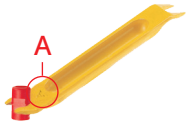

Fig. 16
1. Gebruik uiteinde 'A' van de pinverwijderaar om een pin te verwijderen (Fig. 16)